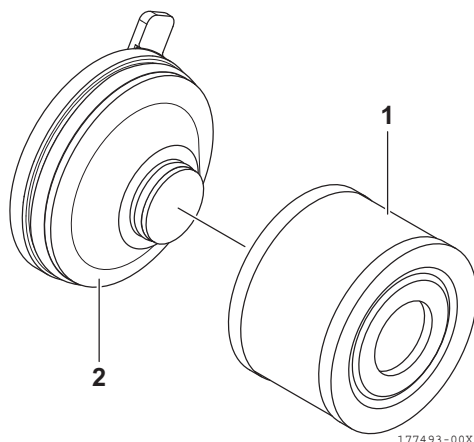

Figura 21
12. Instale o novo cartucho do filtro (1, **Figura 21**) no conjunto da tampa (2, **Figura 21**).